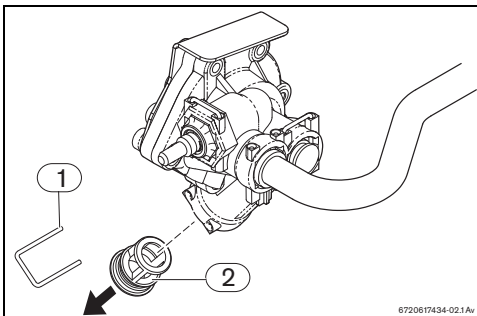

Fig. 8 Purga
- ▶ Retirar la grapilla de fijación de la tapa del filtro (Fig. 8, [1]).
- ▶ Retirar la tapa del filtro (Fig. 8, [2]) del cuerpo de agua.
- ▶ El aparato no deberá instalarse en lugares cuya temperatura ambiente pueda ser inferior a 0 °C. En caso de que exista riesgo de congelación, desconecte y purgue el aparato (→ Fig. 8).